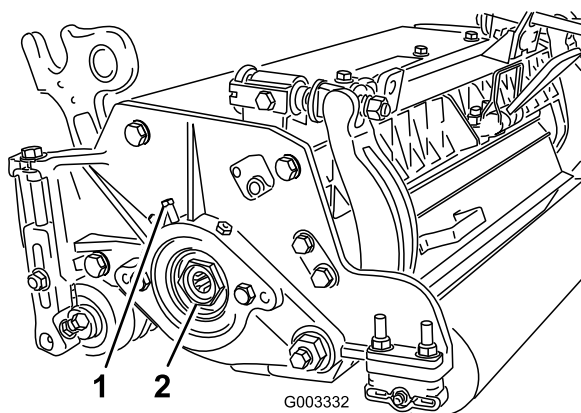

Figure 31
- A. Desserrez la vis extérieure qui fixe l'écrou de réglage au logement de roulement situé sur le côté gauche de l'unité de coupe (Figure 31).